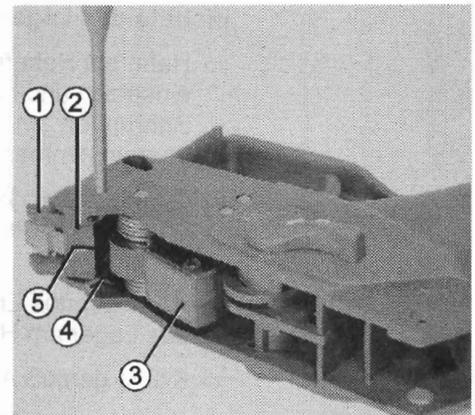

Bild 51 Klinke wechseln
- ⇒ Hahn (51/3) ganz zurückklappen und Klinke (51/1) ganz nach vorne drücken (Bild 51).